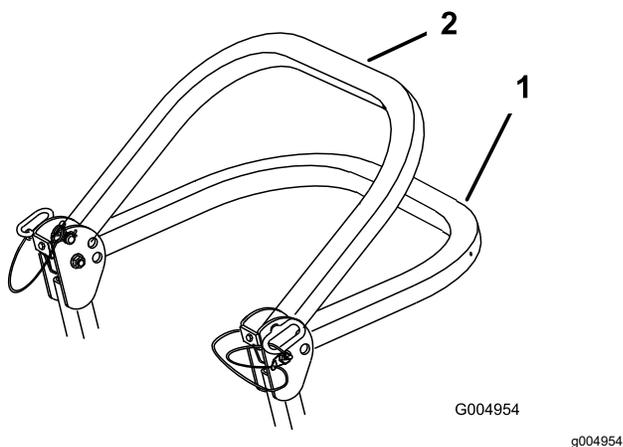

Рисунок 8
2. Опустите защитную дугу в нижнее положение (Рисунок 8).
Примечание: Имеется два нижних положения; см. Рисунок 8.